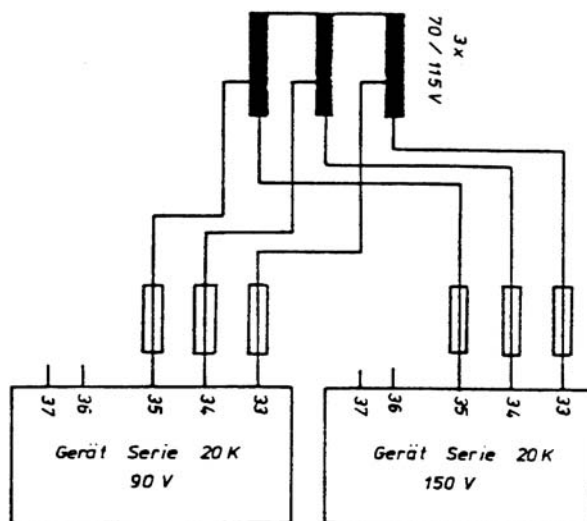

Abbildung 10: Stromversorgung bei verschiedenen Nennspannungen.
- b) Bei ungleichen Nennspannungen dürfen die Geräte der Serie 20k aus einem gemeinsamen Transformator mit Anzapfungen gespeist werden. Dies gilt auch bei Betrieb mit Spartrafo. Die Klemmen des Gleichstromzwischenkreises (Kl. 36-37) dürfen hierbei nicht untereinander verbunden werden! Jedes Gerät ist einzeln abzusichern (Abbildung 10).